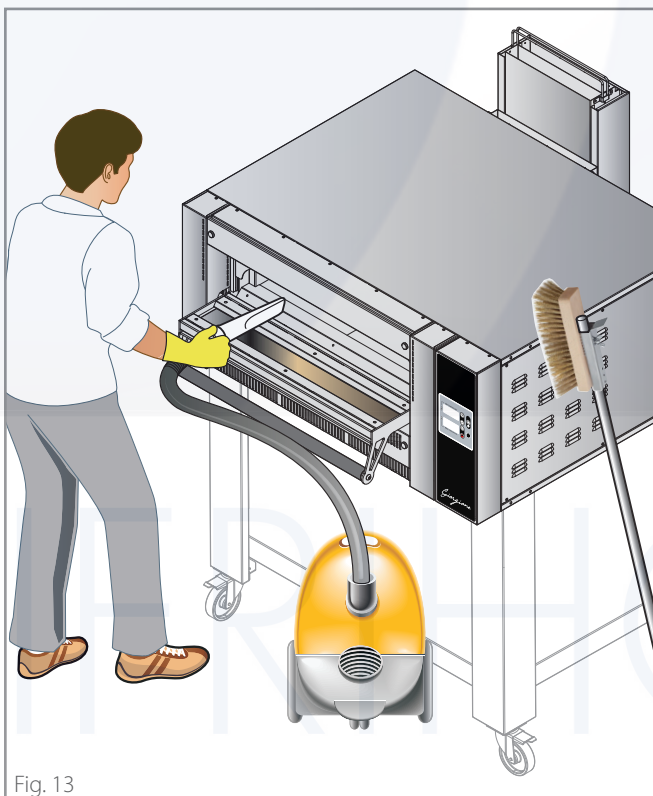

Fig. 13
- E** ▶ **Fig. 13** cuando el horno esté frío, limpie la cámara de los residuos de alimentos cristalizados con un cepillo de fibra natural y, a continuación, aspire con un aspirador de cenizas